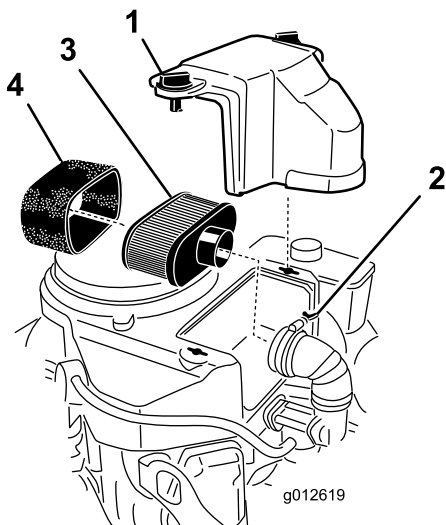

Figura 38
3. Pulite intorno al filtro dell'aria per evitare che la morchia possa penetrare nel motore provocando gravi danni (Figura 38).
4. Allentate le manopole del coperchio e rimuovete il coperchio del filtro dell'aria (Figura 38).
5. Allentate la fascetta stringitubo e rimuovete il gruppo filtro dell'aria (Figura 38).
6. Tirate via con cautela l'elemento in schiuma sintetica dall'elemento di carta (Figura 38).
1. Pulite l'elemento di carta picchiettandolo delicatamente per rimuovere la polvere. Se è molto sporco, sostituite l'elemento di carta (Figura 38).
1. Fate scorrere con attenzione l'elemento in schiuma sull'elemento di carta (Figura 38).
2. Collocate il gruppo filtro dell'aria sull'apposita base o flessibile e fissatelo (Figura 38).
3. Posizionate il coperchio del filtro dell'aria in posizione e serrate le manopole del coperchio (Figura 38).